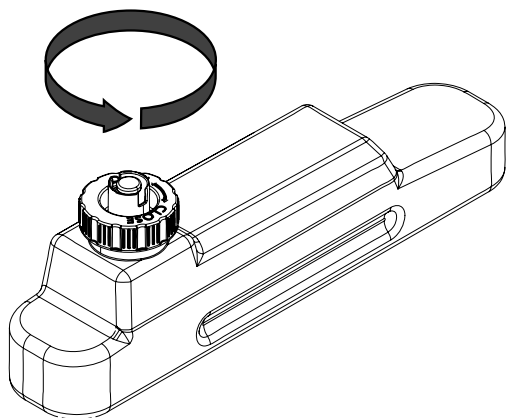

Fig. 8
12. Setzen Sie den Wassertank mit der Kappe nach unten und der flachen Seite nach außen in die Wanne. (Abb. 8)